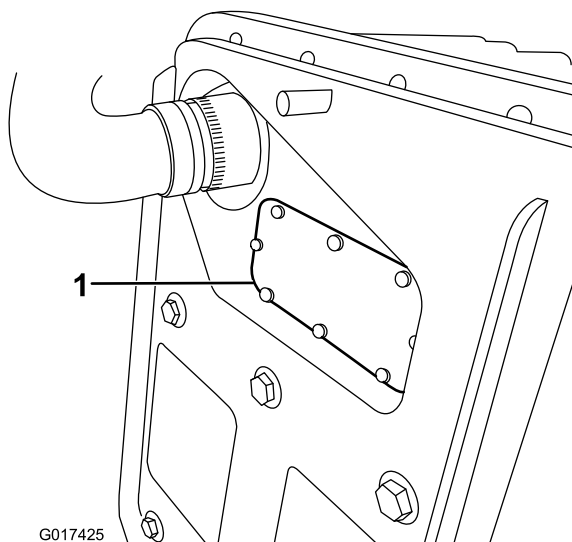

Figura 37
- B. Retire a cobertura do fusível (Figura 37).